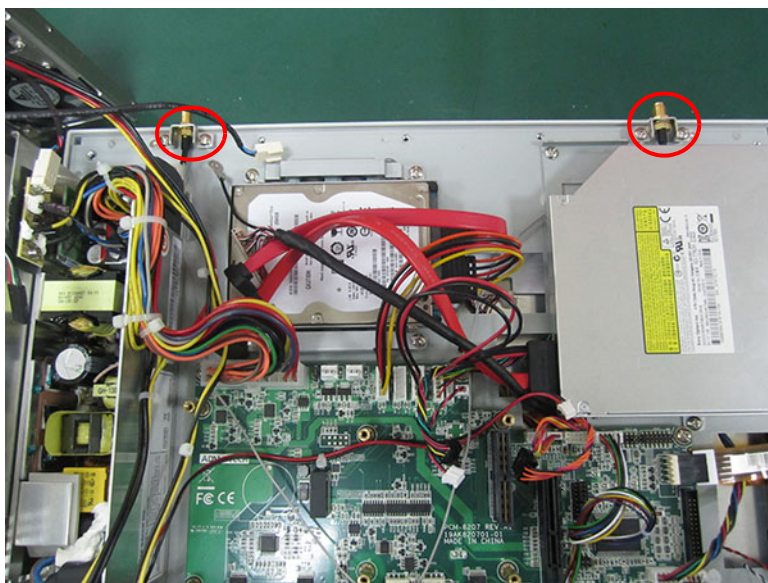
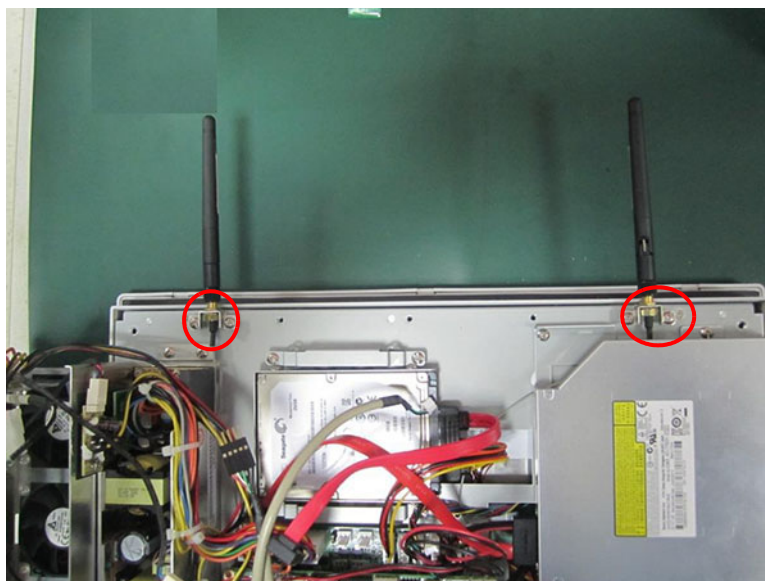

图 2.29:
图 2.30:
3. 将装好天线的支架锁附在母板框架上，走线方式如下图 2.29 所示。天线接收器锁在天线端子上，如图 2.30 所示。